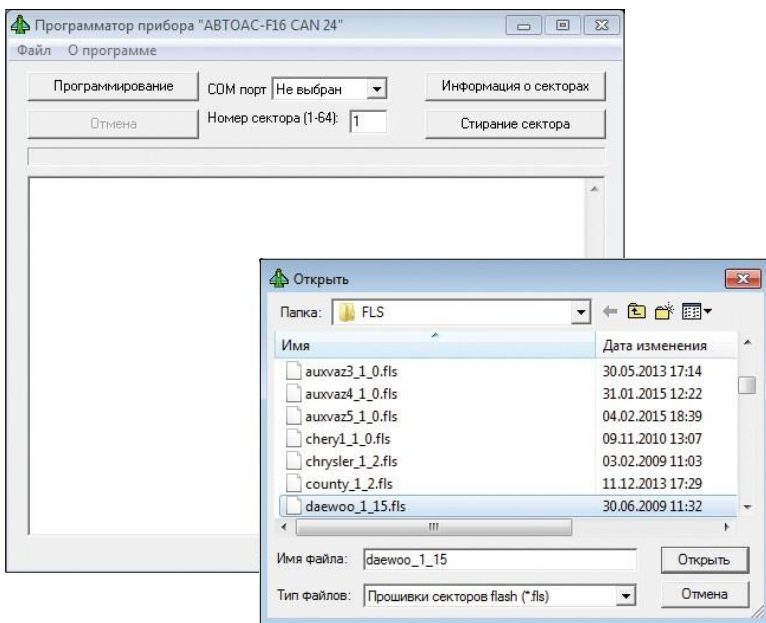

Рис. 26. Загрузка файла с микропрограммой
- ▶ Загрузите нужный файл микропрограммы (с расширением .fls) воспользовавшись разделом меню «Файл» (Рис. 26);